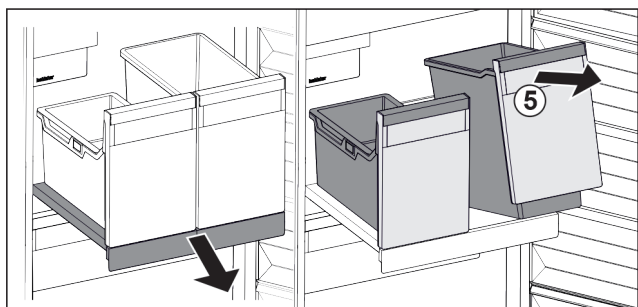

Fig. 80
- ▶ Nádobu Fig. 80 (5) vpředu nadzvedněte.